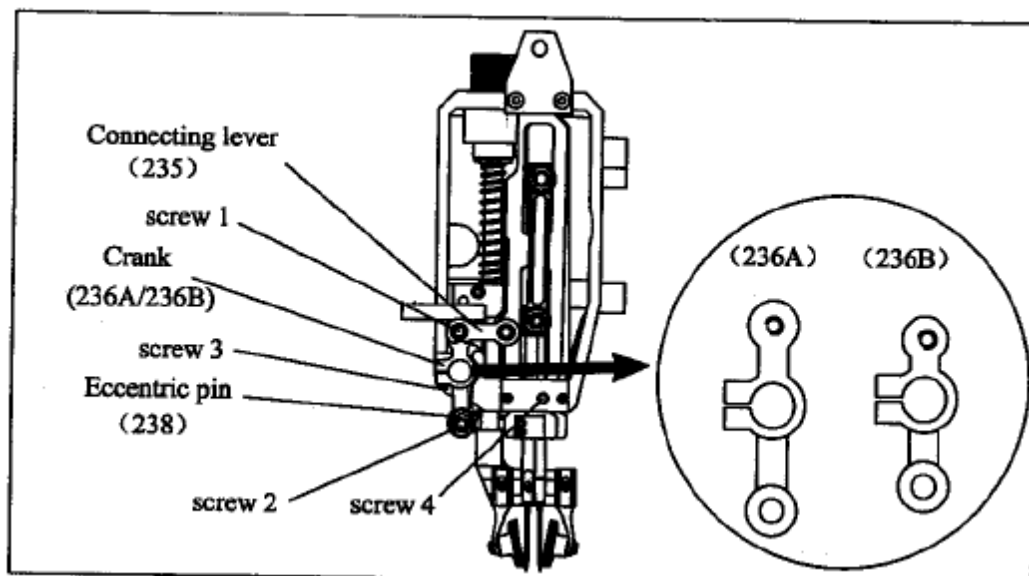

Рис. 7
Чтобы заменить кривошип (236А/236В), следуйте нижеприведенным инструкциям (Рис. 7)
- ослабьте винт 3 (показан на Рис. 7)
- Затяните винт 4 (показан на Рис. 7)
Внимание: После настройки строчки проверните шкив (203) вручную не менее, чем на 4 оборота, чтобы убедиться, что расстояние между иглами всегда одинаковое. В противном случае ослабьте винт 3 кривошипа (236А/236В) и немного поверните кривошип (236А/236В) по часовой стрелке или против часовой стрелки, пока расстояние между иглами до и после их пересечения не станет одинаковым. (Рис. 7)